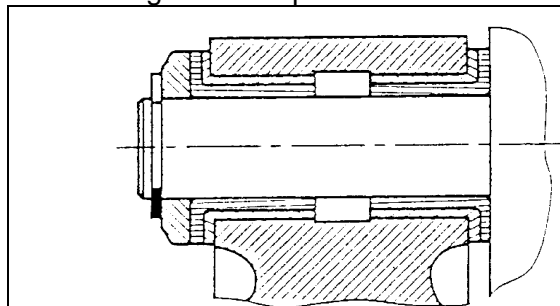

FIG. 8
2.5.1. Liaison pivot (figures 8 et 9 doc 6/6)